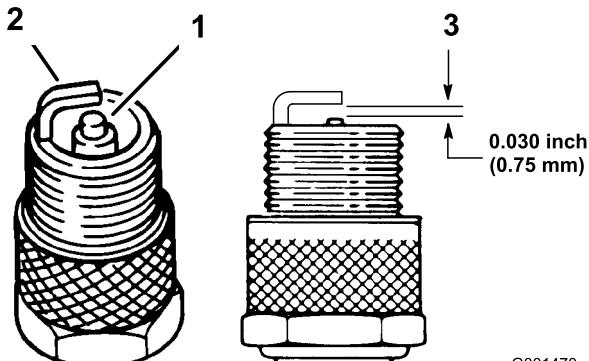

Figura 32
3. Conecte los cables a las bujías (Figura 32).
1. Mire la parte central de las bujías (Figura 32). Si se observa un color gris o marrón claro en el aislante, el motor está funcionando correctamente. Si el aislante aparece de color negro, significa que el limpiador de aire está sucio.
3. Compruebe la separación entre los electrodos central y lateral (Figura 32). Si la distancia no es correcta, doble el electrodo lateral (Figura 32).